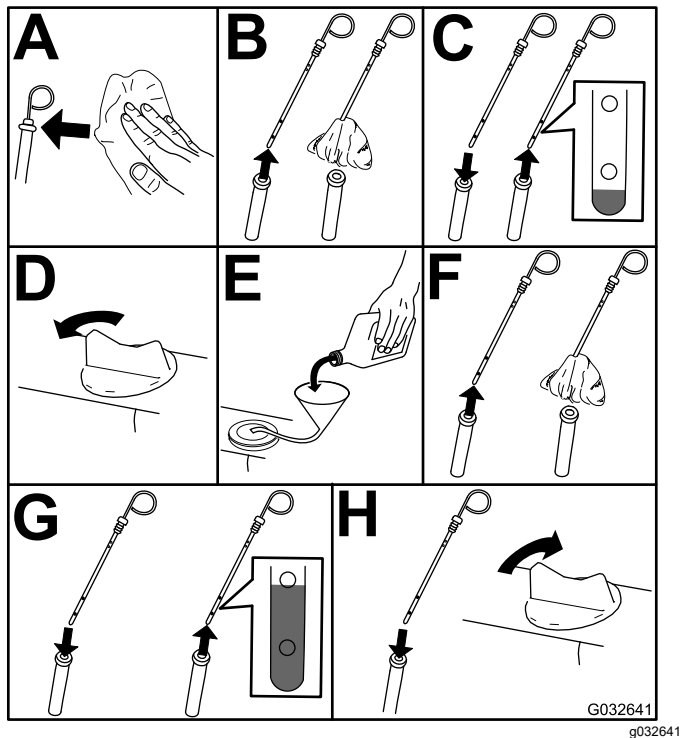

Bild 57
3. Prüfen Sie den Ölstand im Motor (Bild 57).